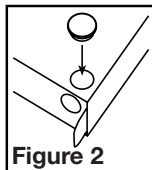

Figure 2
- Choisissez le trou électrique défonçable le plus commode et insérez le bouchon dans le 2ème trou défonçable (Figure 2).